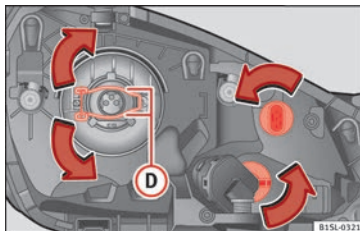

Abb. 85 Linker Scheinwerfer
3. Sicherungsbügel » Abb. 85 D in Pfeilrichtung nach unten drücken, zur Seite aushaken und wegklappen.
5. Glühlampe einsetzen, die Sicherungsbügel » Abb. 85 D zurückklappen und einhaken